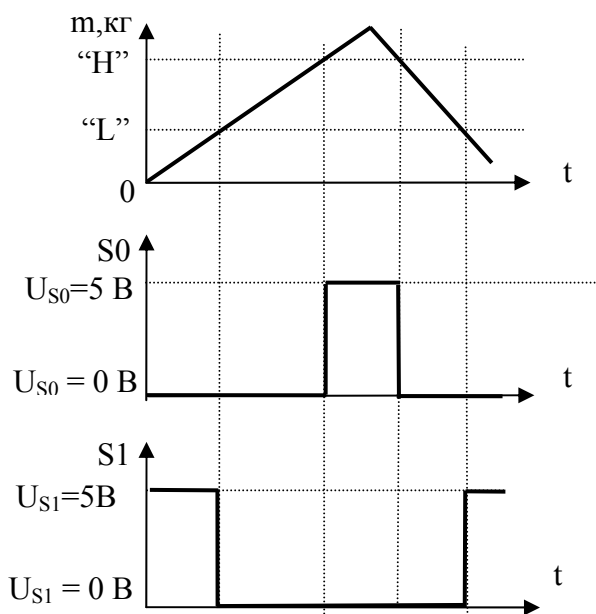
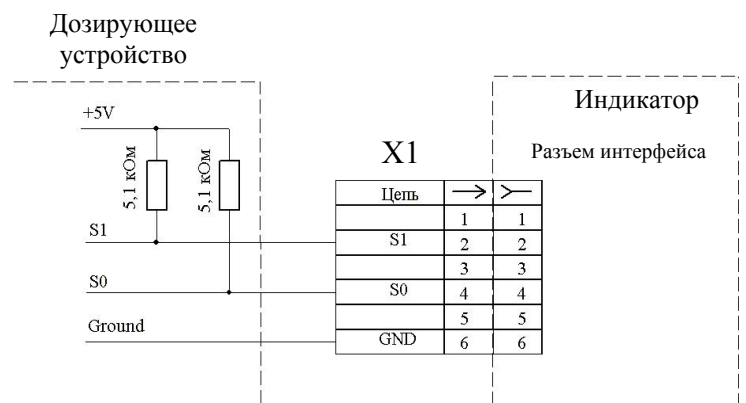

Рис. 5.3 - Зависимость сигналов управления от массы дозируемого товара
Рис. 5.4 - Схема подключения весам к устройству дозирования. (X1- вилка кабельная MDN-6M)
5.4.4.3 Сигналы, формируемые весами в режиме управления дозирующим устройством, приведены на рис. 5.3. Подключение весов к устройству дозирования, производится через разъем интерфейса индикатора. Электрическая схема подключения приведена на рис. 5.4.